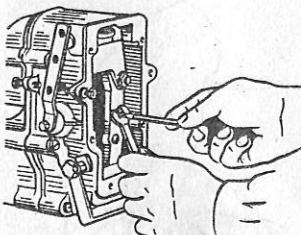

Рис. 64. Регулировка производительности секций насоса винтом регулировки номинальной подачи
9.1. При номинальной частоте вращения 1030 об/мин, соответствующей максимальной мощности двигателя, средняя цикловая подача должна быть равна $93-97 \text{ mm}^3/\text{цикл}$ для двигателя ЯМЗ-240М2, $138-142 \text{ mm}^3/\text{цикл}$ для ЯМЗ-240НМ2, $117-121 \text{ mm}^3/\text{цикл}$ — для ЯМЗ-240ПМ2. Величина этой подачи регулируется винтом регулировки номинальной подачи (рис. 64). При ввертывании винта подача уменьшается, при вывертывании — увеличивается.